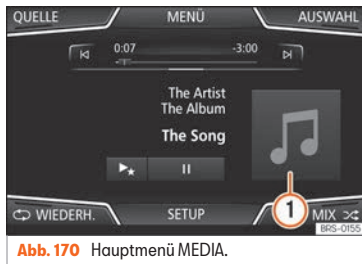
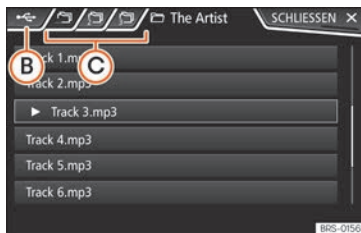

Abb. 170 Hauptmenü MEDIA.
Abb. 173 Medien-Modus: Titelliste einer Medienquelle.
» **Abb. 170** ① werden alle Albumcover angezeigt, die in der aktiven Medienquelle zur Verfügung stehen » **Abb. 171**.
• Im Hauptmenü MEDIEN die Funktionsfläche **AUSWAHL** » **Abb. 170** antippen, um die Titelliste zu öffnen. Der aktuell gespielte Titel ist hervorgehoben » **Abb. 173**.